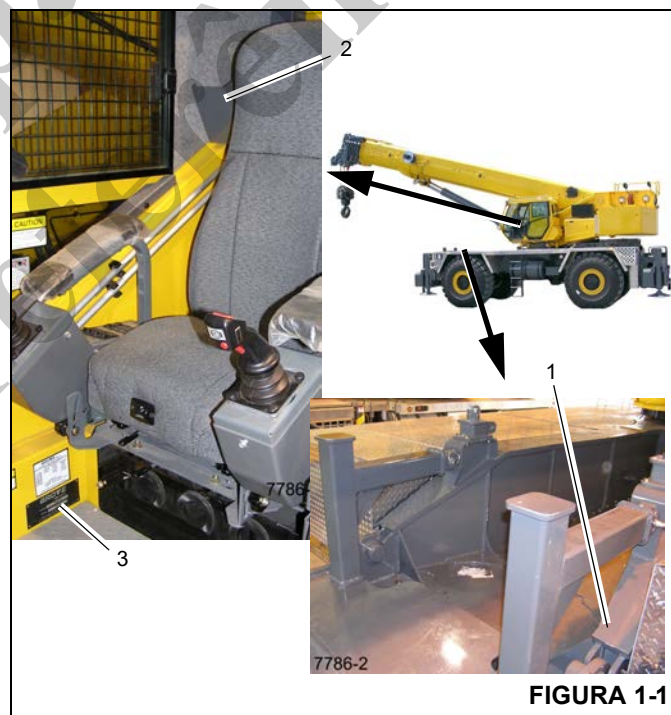

FIGURA 1-1
Veja a Figura 1-1 para localizar o número de série de seu guindaste: estampado no lado esquerdo da estrutura dianteira (1), no manual na cabine (2) e dentro da cabine na frente do assento à direita (3).